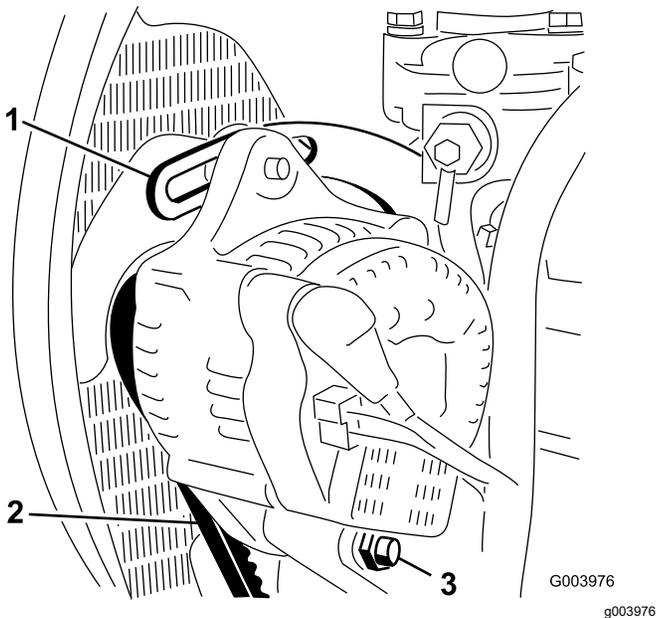

Рисунок 71
2. Проверьте натяжение ремня генератора, надавив на него (**Рисунок 71**) посередине между шкивами генератора и коленчатого вала с усилием 10 кг.
3. Ослабьте болт крепления скобы к двигателю (**Рисунок 71**), болт крепления генератора к скобе и болт оси поворота.